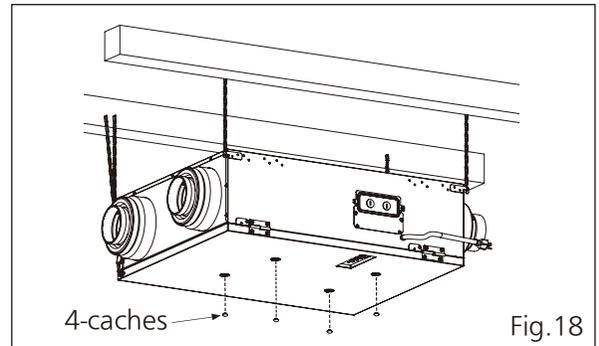

Fig.18
4. Installez les caches dans les trous sur le couvercle. (Fig. 18)